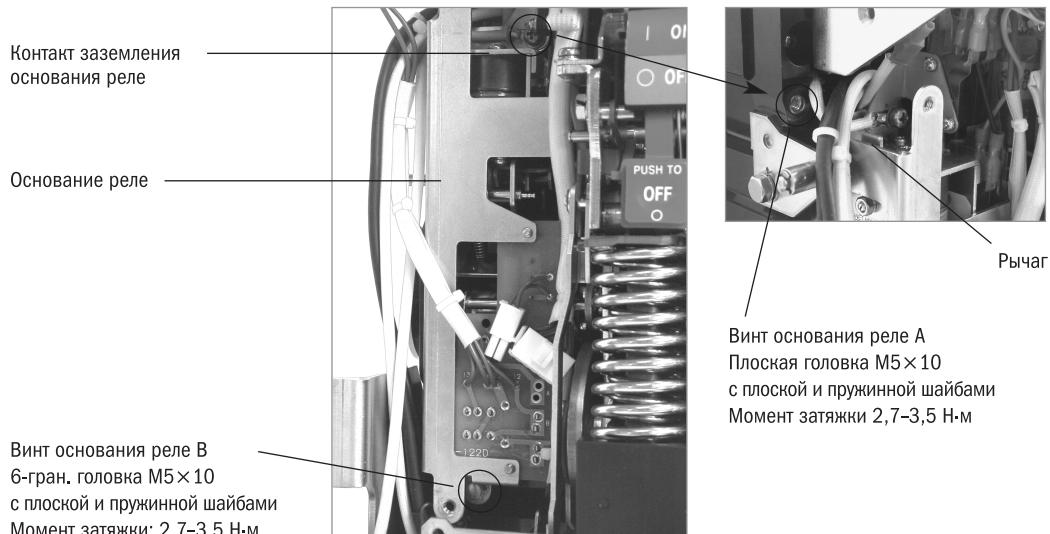

Рисунок 58. Основание максимального реле и смонтированные с ним детали
- 8) Отверните монтажные винты А и В основания максимального реле и поднимите его, для того чтобы отсоединить от других деталей. Затем удалите основание и положите его на верхнюю поверхность корпуса выключателя (рисунок 58). Когда монтажный винт А основания максимального реле будет отвернут, контакт цепи заземления основания реле также будет отсоединен.